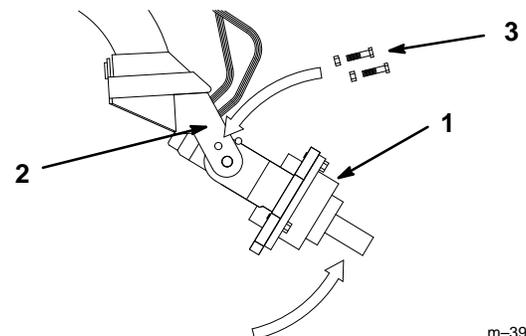

Figure 4
3. Soulever à la main la tête d'entraînement pour pouvoir glisser 2 boulons de 5/8"-11 x 3-1/2" dans les trous des deux côtés des bras du berceau afin d'immobiliser la tête d'entraînement. Fixer légèrement chaque boulon à l'aide d'un écrou 5/8"-11 (Fig. 4).